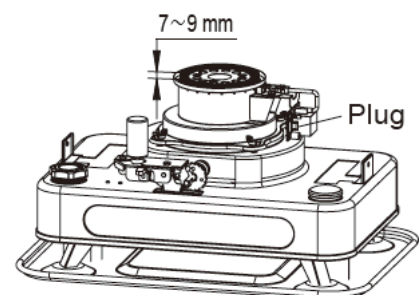

Fig.22
11. Controleer de hoogte van de kous, het moet 7 ~ 9 mm boven de kraag zijn. (Fig.22)
12. Plaats de ontstekerplug terug op de Printplaat. (Fig.22)